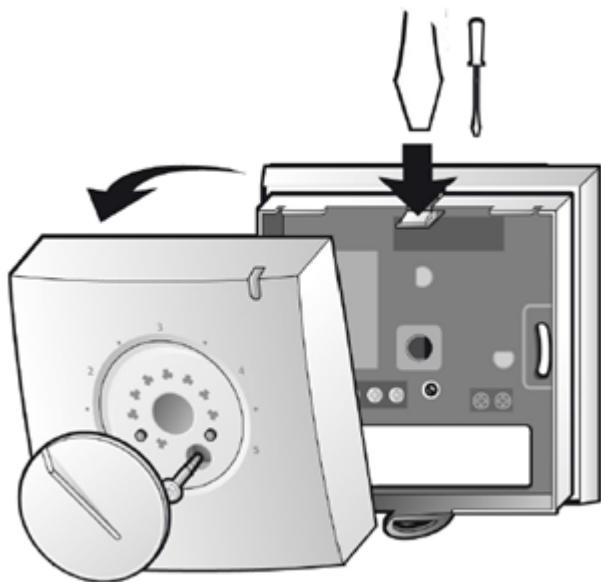

Рис. 3. Снятие передней панели терморегулятора.
2. Для установки терморегулятора DEVIreg™ 130 нужно снять его переднюю панель. Для этого при помощи тонкой плоской отвертки осторожно снимите с оси переменного резистора ручку управления, потянув её к себе. Выверните расположенной под ручкой винт крепления передней панели, а затем при помощи плоской отвертки отожмите защелку в верхней части передней панели и откиньте панель на себя, как показано на Рис. 3.
5. Для подготовки терморегулятора к рабочему состоянию после его закрепления на стене следует установить переднюю крышку-панель (плавно нажать на крышку до характерного срабатывания всех защелок). При необходимости ограничить диапазон изменения температуры следует до установки крышки изменить положение красного и синего ограничителей, расположенных под ручкой установки температуры. Для длительного выключения терморегулятора и защиты его от случайного включения ребёнком необходимо снять ручку, вынуть синий ограничитель вращения, повернуть ручку переменного резистора против часовой стрелки до упора, поставить синий ограничитель в крайнее левое положение и установить ручку на ось, сориентировав её визир на символ выключателя. В отсутствие ограничителей вращения следует убедиться, что ручка терморегулятора легко вращается от одного крайнего положения до другого (Рис.3).